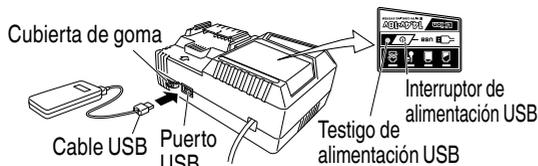

Fig. 8
- (2) Encienda el enchufe de alimentación USB (Fig. 8)
- (3) Conecte el cable USB. (Fig. 8)
- (4) Cuando se haya completado la carga
- Apague el interruptor de alimentación USB y desenchufe el cable de alimentación de la toma de alimentación eléctrica. (Fig. 8)